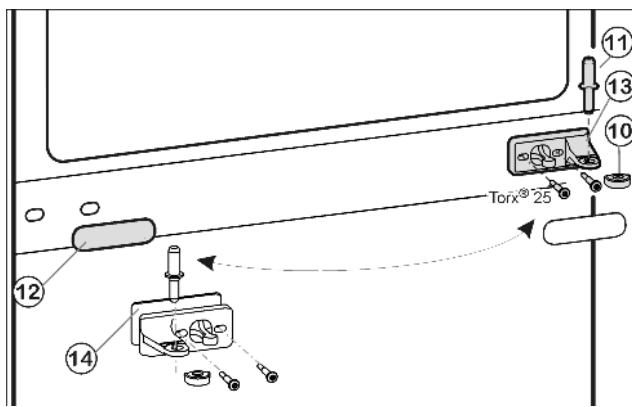
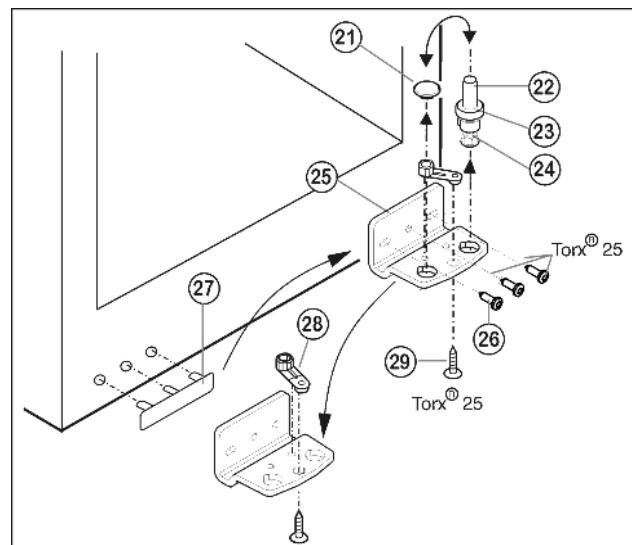

Fig. 8
Fig. 9
- Вытащите из опорного кронштейна и нижней дверцы средний опорный винт Fig. 8 (11).
- Снимите пластмассовый колпачок Fig. 8 (10).
- Открутите средний опорный кронштейн Fig. 8 (13) (2 шт. Torx® 25).
- Осторожно снимите накладку Fig. 8 (12).
- Прикрутите средний опорный кронштейн Fig. 8 (13) с подкладкой Fig. 8 (14) с поворотом на 180° на новую сторону шарнира (с моментом 4 Нм).
- Защелкните накладку Fig. 8 (12), повернув на 180 °, на стороне, где теперь будет ручка.
- Извлеките опорный винт Fig. 9 (22) в комплекте с шайбой Fig. 9 (23) и регулируемой опорой Fig. 9 (24), вытягивая его вверх.
- Снимите пробку Fig. 9 (21).
- Открутите Fig. 9 (26) опорный кронштейн Fig. 9 (25).
- Открутите Fig. 9 (29) опорную деталь Fig. 9 (28) и, перевставив в отверстие на противоположной стороне опорного кронштейна, снова прикрутите.
- Осторожно снимите и переставьте на противоположную сторону крышку со стороны ручки Fig. 9 (27).
- Снова прикрутите опорный кронштейн Fig. 9 (25) на новой стороне шарнира (с моментом 4 Нм). При необходимости используйте аккумуляторный шуруповерт.
- Переставьте пробку Fig. 9 (21) в свободное отверстие.
- Вновь установите опорный винт Fig. 9 (22) в комплекте с шайбой и регулируемой опорой. При этом фиксатор должен быть направлен назад.
- ▶ Установите нижнюю дверцу сверху на нижний опорный винт Fig. 9 (22).
- ▶ Снова наденьте пластмассовый колпачок Fig. 8 (10) на средний опорный кронштейн Fig. 8 (13).
- ▶ Вставьте средний опорный винт Fig. 8 (11) на новой стороне шарнира через средний опорный кронштейн Fig. 8 (13) в нижнюю дверцу.
- ▶ Установите верхнюю дверцу на средний опорный винт Fig. 8 (11).
- ▶ При необходимости выровняйте дверцы через два продольных паза в нижнем опорном кронштейне Fig. 9 (25) и среднем опорном кронштейне Fig. 8 (13) параллельно корпусу устройства. Для этого выкрутите средний винт на нижнем опорном кронштейне Fig. 9 (25).